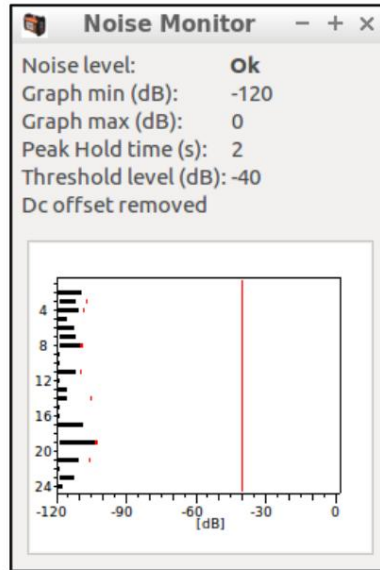

Figura 48 Aumento del valor mínimo del gráfico
- Ajuste del mínimo del gráfico (Figura 48)
• Ajuste del gráfico máximo (Figura 48)